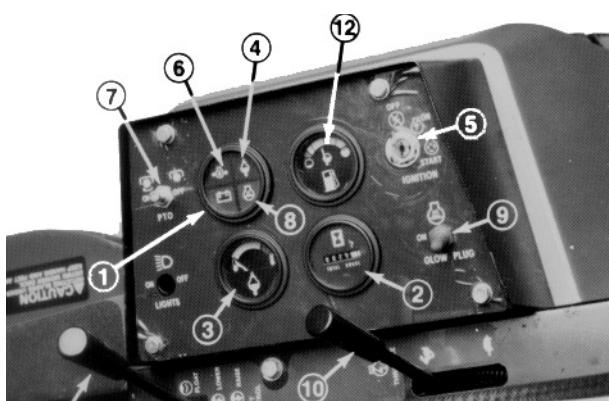

Fig. 10
Spira delle ampere (Fig. 10)—La spirale delle ampere deve essere spenta quando il motore è in moto. Se è accesa, controllare il sistema di ricarica ed all'occorrenza riattare.
Contatore (Fig. 10)—Indica il totale delle ore di funzionamento del motore.
temperatura (Fig. 10)—Questo indicatore indica la temperatura del refrigerante nell'impianto di raffreddamento. Se la temperatura è troppo elevata il motore si spegne automaticamente e si accende la spia di arresto per alta temperatura. Quando ciò accade, chiudere la chiave di accensione, controllare che non vi siano detriti nel radiatore, verificare la cinghia del ventilatore ed il serbatoio di espansione accertando che il livello del liquido refrigerante sia giusto. L'arresto per alta temperatura si risetta automaticamente quando la temperatura del refrigerante raggiunge il livello di sicurezza.
Spia di bassa pressione dell'olio (Fig. 10)—Si accende se la pressione dell'olio motore scende sotto il livello di sicurezza. Arrestare il motore e riattare prima di riprendere il lavoro.
Interruttore della presa di forza (Fig. 10)—Alzare il manicotto dell'interruttore a ginocchiera e spostare l'interruttore in posizione ON per INNESTARE la frizione elettrica della presa di forza; alzare il manicotto e spostare l'interruttore in posizione OFF per DISINNESTARE. L'unica volta che l'interruttore della presa di forza deve trovarsi in posizione di INNESTO (ENGAGE) è quando l'attrezzo è abbassato, pronto per il lavoro.
Interruttore di accensione (Fig. 10)—L'interruttore di accensione viene utilizzato per avviare ed arrestare il motore e dispone di tre posizioni: OFF (spento), RUN (marcia) e START (avviamento). Girare la chiave in senso orario in posizione START per mettere in moto il motorino di avviamento. Rilasciare la chiave quando il motore si avvia; la chiave si sposta automaticamente in posizione ON. Per spegnere il motore girare la chiave in senso antiorario in posizione OFF.
(Fig. 10)—Servono per preriscaldare i cilindri del motore prima di avviare a freddo; i cilindri si preriscaldano automaticamente durante l'avviamento del motore a caldo. Per l'avviamento a freddo alzare la leva e tenerla in tale posizione mentre si osserva la spia. La spia è arancione quando le candele ad incandescenza sono attive. Il tempo necessario per preriscaldare i cilindri viene stabilito in base alla temperatura atmosferica.
Leva del gas (Fig. 10)—La leva del gas serve ad azionare il motore a varie velocità. Spostarla in avanti per aumentare il regime del motore: FAST; spostarla indietro per ridurre il regime: SLOW. La leva del gas controlla la velocità delle lame falcianti e, insieme al pedale della trazione, controlla la velocità del trattorino.
Leva di sollevamento idraulico (Fig. 10)—La leva di sollevamento idraulico ha tre posizioni: FLOTTANTE, TRASPORTO e SOLLEVAMENTO (Float, Transport e Raise). Per abbassare a terra l'apparato di taglio spostare la leva in avanti nella tacca FLOTTANTE; questa posizione serve per tosare e durante le pause di utilizzo della macchina. Per alzare l'apparato di taglio tirare indietro la leva di sollevamento in posizione di SOLLEVAMENTO. Dopo avere alzato l'apparato di taglio lasciare che la leva si sposti in posizione di TRASPORTO. Sollevare l'apparato di taglio durante lo spostamento da un'area di lavoro all'altra.
4. Girare la chiave di accensione in posizione di avviamento START (Fig. 10) e rilasciarla immediatamente quando il motore si avvia, lasciando che ritorni in posizione RUN. Spostare la leva del gas in posizione SLOW.